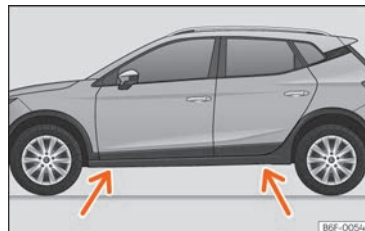

Fig. 198 Puntos de apoyo del gato.
- Busque en el larguero la marca del punto de apoyo del gato (zona hundida) más cercano a la rueda a cambiar >>> **fig. 198.**